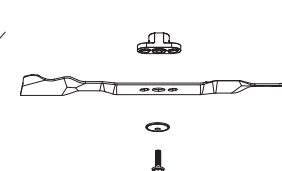

Fig.12B
- Alinea la arandela sobre la hoja e inserta el perno hexagonal. Ajusta el perno hexagonal al par de torsión (Fig. 12B/C)